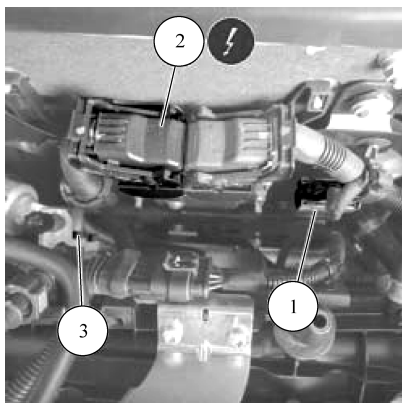

图 4-15 断开发动机控制单元
- 32) 断开倒车灯开关的电气插接器 1, 如图 4-15 所示。